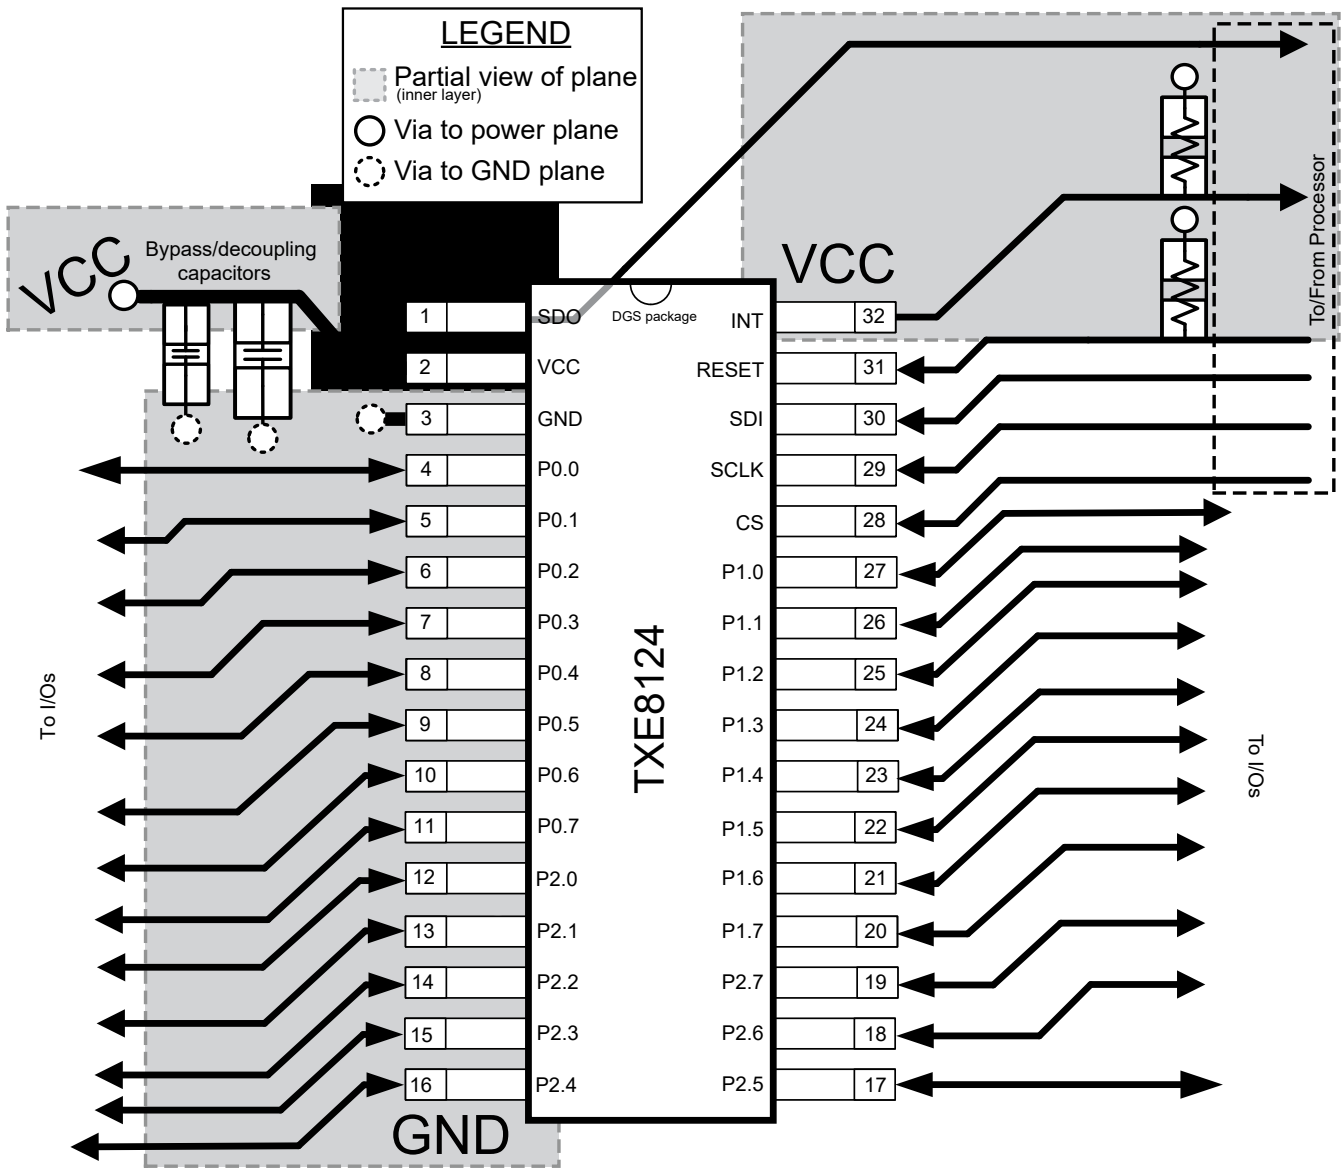

图 8-5. TXE8124-Q1 布局
在所有 PCB 布局中，最佳实践是避免信号布线呈直角，在离开集成电路 (IC) 附近时让信号布线呈扇形彼此散开，并使用较粗的布线来承载通常会经过电源和接地布线的更大的电流。旁路电容器和去耦电容器通常用于控制电源引脚上的电压，使用较大的电容器可在发生短暂电源干扰时提供额外电能，使用较小的电容器则能滤除高频纹波。这些电容器应尽可能靠近 TXE81xx-Q1。图 8-5 中显示了这些最佳实践。
对于图 8-5 中提供的布局示例，可以将顶层用于信号布线，将底层用作电源和接地 (GND) 的分割平面，从而制造只有 2 层的 PCB。但是，对于信号布线密度更大的电路板，最好使用 4 层电路板。在 4 层 PCB 上，通常在顶层和底层上进行信号布线，将一个内部层专门用作接地平面，并将另一个内部层专门用作电源平面。在使用平面或分割平面作为电源和接地平面的电路板布局布线中，通孔直接放置在需要连接到电源或 GND 的表面贴装元件焊盘旁边，并且通孔以电气方式连接到内部层或电路板的另一侧。如果需要将信号走线排布到电路板的另一侧，也要使用通孔，但图 8-5 未演示该技术。